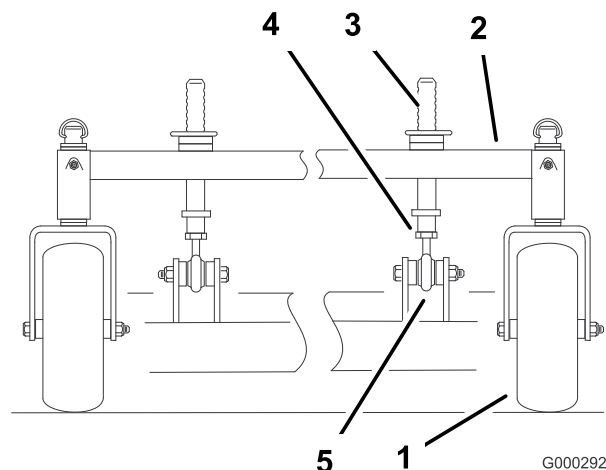

Bild 57
2. Lockern Sie zum Anheben der Vorderseite des Mähwerks die Klemmmutter und drehen Sie den vorderen Stift nach rechts (Bild 57).
3. Lockern Sie zum Absenken der Vorderseite des Mähwerks die Klemmmutter und drehen den vorderen Stift nach links (Bild 57).
6. Ziehen Sie dann die Klemmmuttern fest (Bild 57).
1. Durch Einstellen der vorderen Schnitthöhen Säulen lässt sich die Längsneigung einstellen (Bild 57).